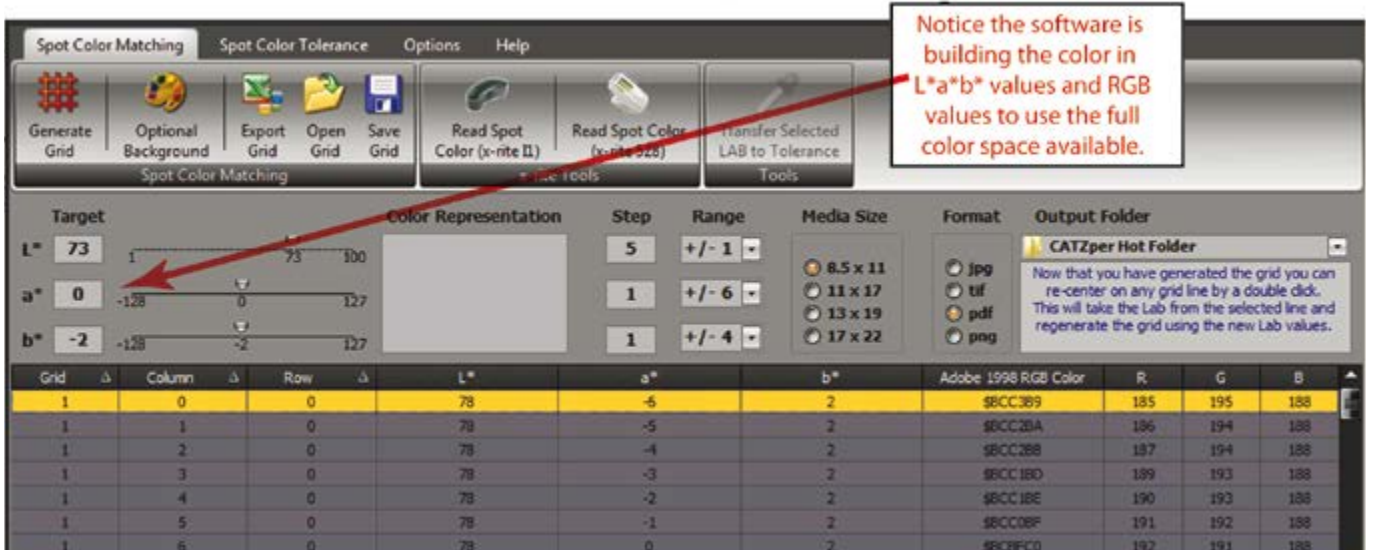

图 6：AGPS，自动化网格生成软件
在大多数数字印刷环境中，对于专色复制来说，使所有承印物上的所有颜色保持完美校准是不现实的。因此当使用查找表失败时，一种选择就是接受这个现实，准备进行快速准确的颜色调整。自动化网格生成软件就是针对该问题的解决方案。（参见图 6：AGPS，自动化网格生成软件。）
2. 将 L*a*b* 值输入软件作为目标颜色。（再次参见图 6：）